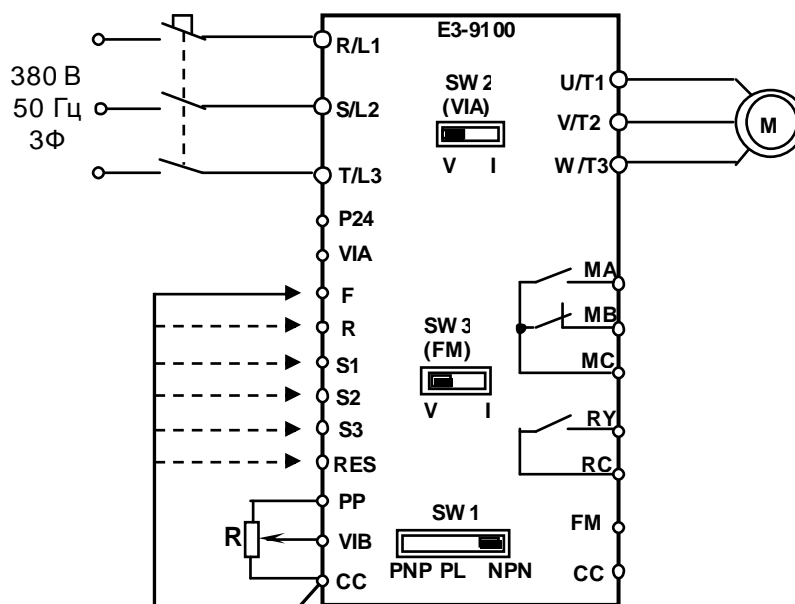

Рис.4.19
4.15.3. Отключить питание ПЧ, дождаться, когда погаснет индикация. Установить переключатель **SW1** в положение «NPN», переключатель **SW2** в положение «V». Подключить потенциометр **R** к входным клеммам управления (рис. 4.19). Подключить один из концов проволочной перемычки к клемме **CC**.